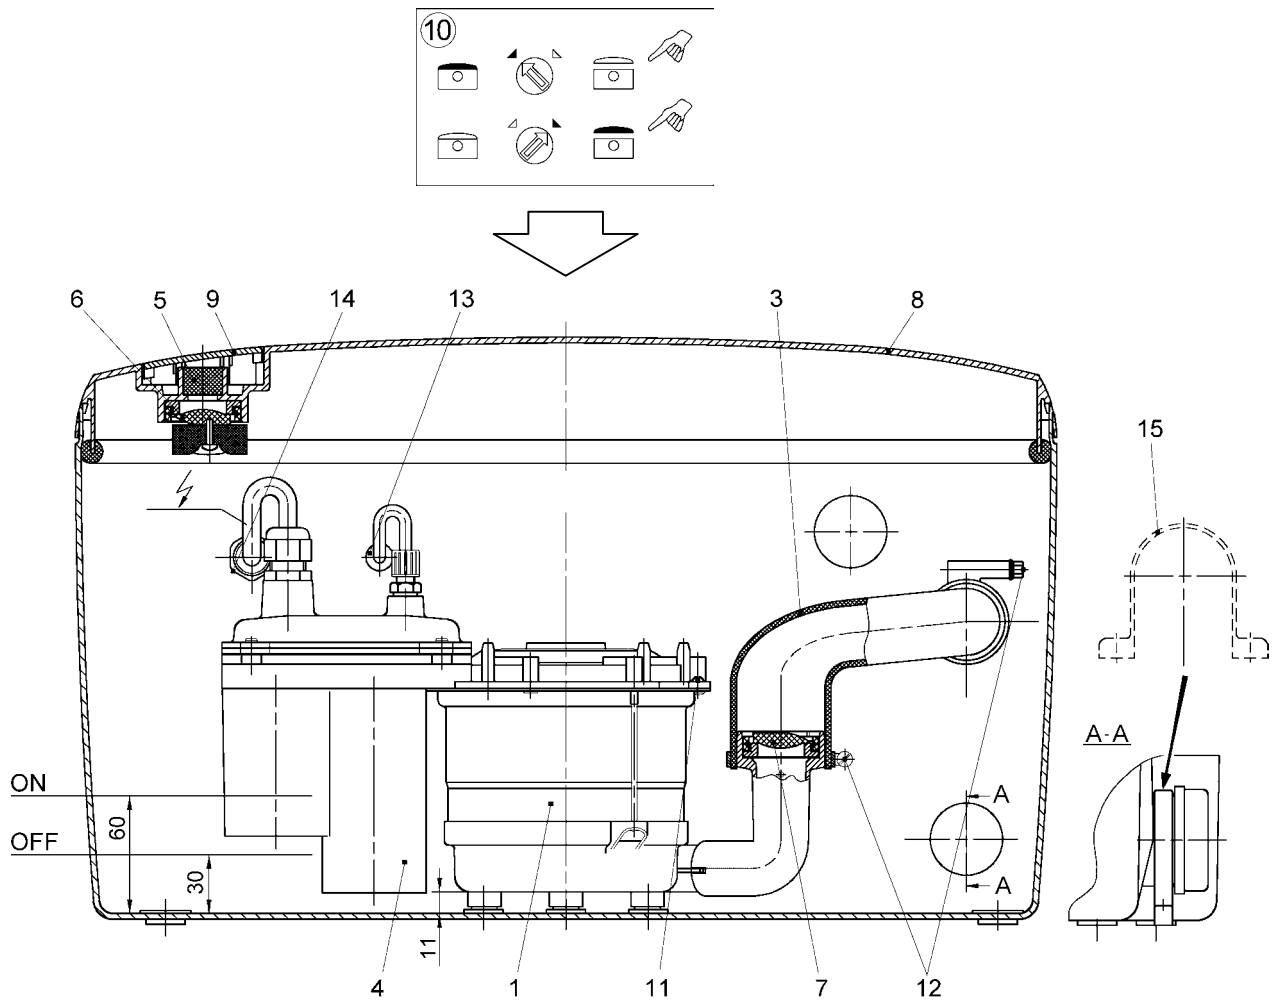

РИС. 1
Автоматическая установка для отвода сточных вод (рис. 1) состоит из герметичного водонепроницаемого пластикового резервуара, который размещается на полу, например, под умывальником, в который встроен насос (рис.1, поз.1) с герметичным мотором. Мотор отделен от насосной части двойным уплотнением.
Вмонтированный выключатель (рис.1, поз. 4) включает и выключает установку в зависимости от уровня жидкости в резервуаре.
Вентиляция резервуара и удаление воздуха из него может осуществляться через встроенный в установку фильтр с активированным углем (рис. 1, поз. 5) в помещении где размещена установка или через специально присоединяемую вентиляционную линию на крышу дома. Для того чтобы при прекращении работы насоса и повышающемся уровне жидкости в резервуаре, он не достиг фильтра с активированным углем, в установку встроен дополнительный обратный клапан (рис. 1, поз. 6). Трубка для удаления сточных вод из резервуара также имеет обратный клапан (рис.1, поз.7).
- Если вентиляция осуществляется не через встроенный в прибор фильтр с активированным углем, а через вентиляционную линию в крыше, то необходимо удалить крышку (рис. 1, поз. 9) и вставить вентиляционную трубу
(рис. 2, поз. 2, внутренний диаметр 25 мм, стандартная ПВХ труба) через эластичную часть шланга на патрубок. Фильтр с активированным углем (рис. 1, поз. 5) может быть удален.
- Предохранять установку от ударов и перемещений. Для этого надвинуть прилагающуюся зажимную скобу (рис. 1, поз. 15) на патрубок подающей линии и закрепить на полу с помощью винтов и дюбелей.
7.1 Чистка установки (рис. 1)
- Снять крышку (рис.1, поз.8), повернув рукоятку (рис. 1, поз. 10) и нажав на три защелкивающиеся крючка (сбоку и спереди).
7.2 Демонтаж насоса (рис.1)
- Отвинтить зажимные скобы шланга (рис. 1, поз. 12) отводной трубы.
- Отвинтить резьбовое соединение вентиляционной трубки (рис. 1, поз. 13) у стенки резервуара и снять ее.
- Отвинтить PG - резьбовое соединение (рис. 1, поз.14) у стенки резервуара и протянуть кабель к внутренней стороне резервуара.